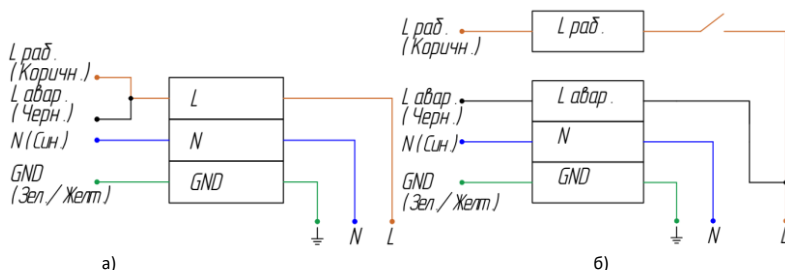

Рисунок 10 — Схема подключения аварийного светильника:
5.4.4. Если предполагается включать и выключать светильник в рабочем режиме, присоедините фазный рабочий провод (Лраб.) к клемме Лраб. через выключатель (см. рисунок 10, б). В данном случае возможно включение/отключение рабочего освещения через выключатель. В случае возникновения аварийного отключения электроэнергии светильник автоматически перейдет в аварийный режим при любом положении выключателя.
6.1.4. Если предполагается включать и выключать светильник в рабочем режиме, присоедините фазный рабочий провод (Лраб.) к клемме Лраб. через выключатель (см. рисунок 10, б). В данном случае возможно включение/отключение рабочего освещения через выключатель. В случае возникновения аварийного отключения электроэнергии светильник автоматически перейдет в аварийный режим при любом положении выключателя.
- 6.2.5. Если предполагается включать и выключать светильник в рабочем режиме, присоедините фазный рабочий провод (Лраб.) к клемме Лраб. через выключатель (см. рисунок 10, б). В данном случае возможно включение/отключение рабочего освещения через выключатель. В случае возникновения аварийного отключения электроэнергии светильник автоматически перейдет в аварийный режим при любом положении выключателя.